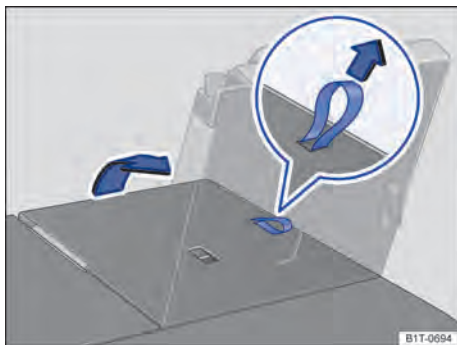

Fig. 97 Terceira fileira: o banco traseiro de volta.
- Puxar a alça no encosto do banco traseiro → Fig. 97 para rebater o encosto do banco traseiro de volta. **OU:** rebater o encosto do banco traseiro manualmente a partir do interior do veículo.
- A marcação vermelha na alavanca de destravamento → Fig. 97 não deve mais estar visível.